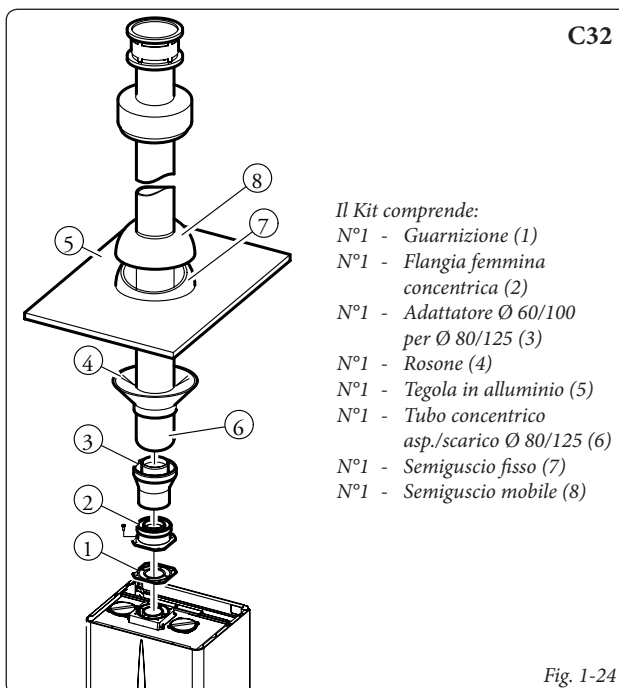

Fig. 1-24
Kit verticale con tegola in alluminio Ø 80/125. Montaggio kit (Fig. 1-24): installare la flangia concentrica (2) sul foro centrale della caldaia interponendo la guarnizione (1) e serrare con le viti presenti nel kit. Innestare l'adattatore (3) con lato maschio (liscio) nel lato femmina della flangia concentrica (2). Installazione della finta tegola in alluminio. Sostituire alle tegole la lastra in alluminio (5), sagomandola in modo da fare defluire l'acqua piovana. Posizionare sulla tegola in alluminio il semiguscio fisso (7) e inserire il tubo di aspirazione-scarico (6). Innestare il terminale concentrico Ø 80/125 con lato maschio (6) (liscio), nel lato femmina dell'adattatore (3) (con guarnizioni a labbro) sino a portarlo in battuta, accertandosi di avere già inserito il rosone (4), in questo modo si otterrà la tenuta e la giunzione degli elementi che compongono il kit.